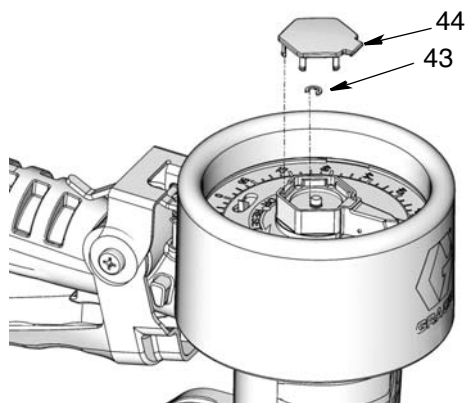

FIG. 26
2. Rimuovere il coperchio (44) e l'anello di tenuta piccolo (43), (FIG. 26).